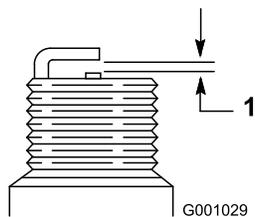

Figure 59
7. Réglez l'écartement des électrodes de la nouvelle bougie à 0,76 mm (0,030 po) (Figure 59).